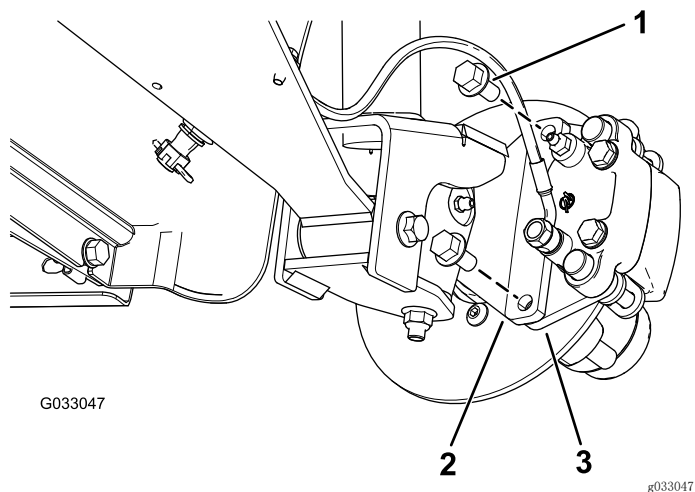
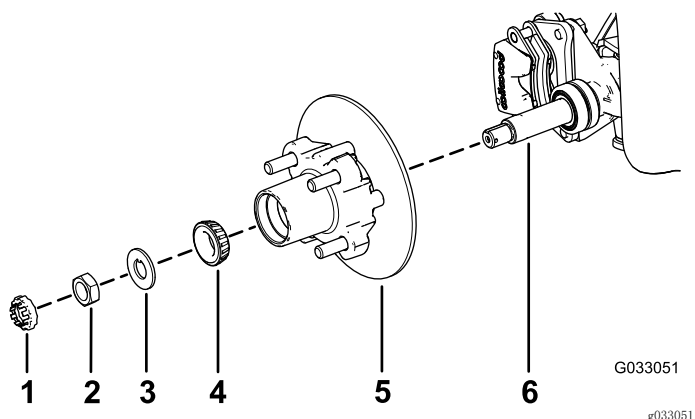

图 23
图 27
3. 卸下将制动器总成支架固定到主轴的凸缘头螺栓（ $\frac{3}{8}$ x $\frac{3}{4}$ 英寸），将制动器与主轴分开（图 23）。
1. 在主轴上涂上薄薄一层指定润滑脂（图 27）。
- 将轮毂和转子组装到带内转子的主轴上（图 27）。
- 将外置轴承组装到主轴上，并将轴承放置到外置座圈内（图 27）。
- 将止动垫圈组装到主轴上（图 27）。
- 将主轴螺母拧到主轴上，上紧螺母扭矩至 15N·m，同时旋转轮毂将轴承调整到位（图 27）。
- 将刹车踏板与转子的任意一侧对齐（图 23），将制动盘托盘中的孔与主轴机架的制动器安装架中的孔对齐（图 27）。
3. 用 2 个凸缘头螺栓（ $\frac{3}{8}$ x $\frac{1}{4}$ 英寸）将卡钳支架固定到主轴机架上（图 23）。